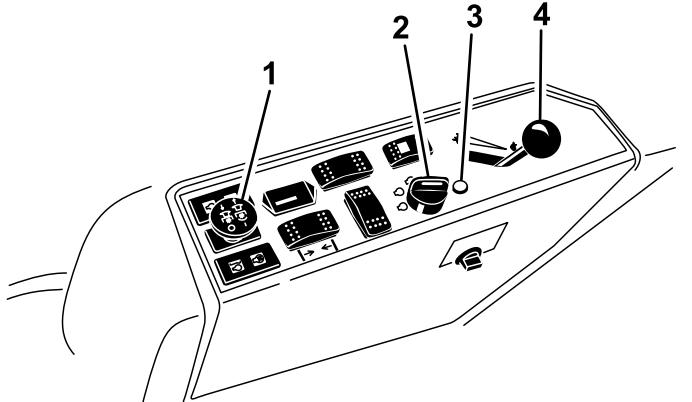

図 17
4. PTO スイッチを OFF 位置にする図 17。
5. スロットルレバーを FAST と SLOW の中間にセットする図 17。